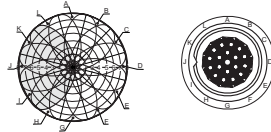

FIG. 17
1. La cabeza del sensor posee una marca triangular que sale de fábrica en la posición J. La FIG. 17 muestra las distintas zonas de cobertura que se obtienen con el sensor inclinado 30° y rotado horizontalmente 350° desde la posición J. Cada letra rota la escala (de J a K hay 30°)